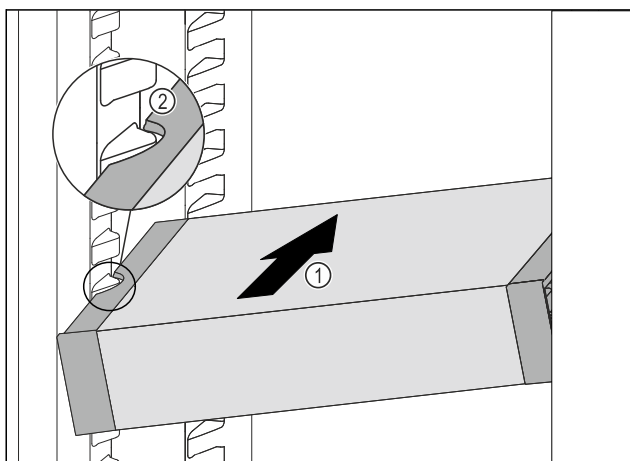

Fig. 119
- VarioSafe zasúvajte šikmo do chladničky Fig. 119 (1), kým sa bočné vybrania Fig. 119 (2) VarioSafe nebudú nachádzať vo výške rebra nádoby v chladničke.